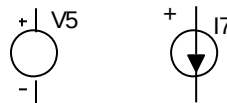

Рис. 5.31 – Независимые источники напряжения и тока
5.3.3 Независимые источники напряжения и тока сложной формы формата SPICE (рис. 5.31)